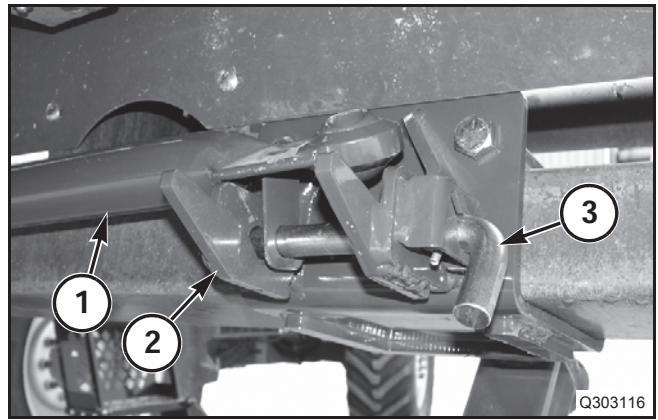

FIG. 51
FIG. 51: Balancee la barra panhard (1) en la dirección de la parte trasera de la plataforma y posicione la barra arriba del soporte de fijación (2). Prenda la barra panhard en la posición correcta utilizando el perno (3) y la clavija utilizadas para prender la placa de fijación.